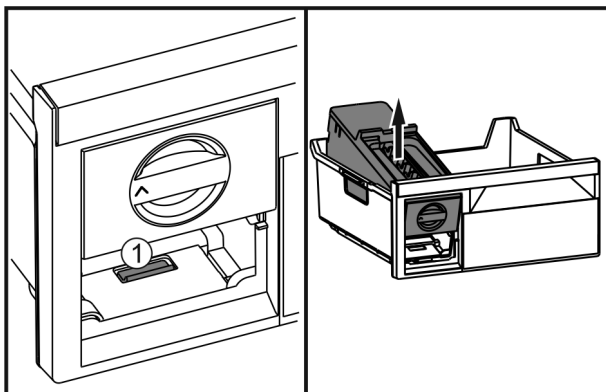

Fig. 65
- ▶ Lasche Fig. 65 (1) drücken, EasyTwist-Ice von hinten anheben und aus dem Gefrierschubfach herausnehmen.